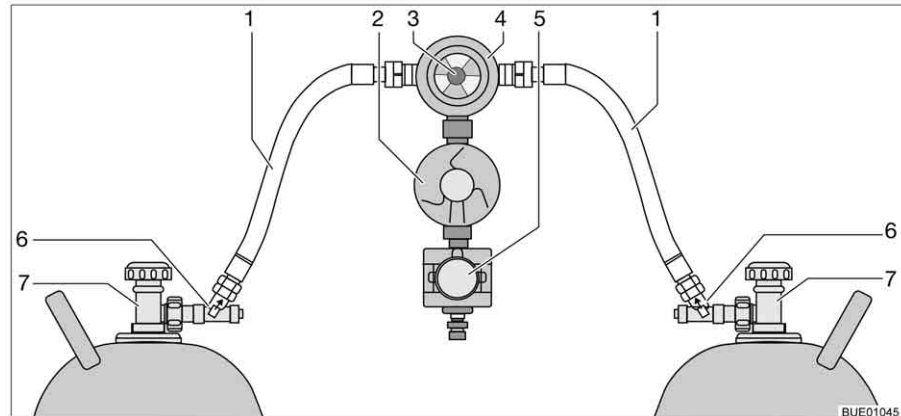

Bild 97 Crash-Protection-Unit-Umschaltanlage
Die Crash-Protection-Unit besteht aus zwei Durchflussbegrenzern mit manueller Entriegelung (Bild 97,6), einem Umschaltventil (Bild 97,4) mit Druckregler (Bild 97,2), einem Elektroventil (Bild 97,5) und der Bedieneinheit mit dreifarbigem LED. Das Umschaltventil ist zwischen den beiden Gasschläuchen (Bild 97,1) montiert.
Mit dem Drehknopf (Bild 97,3) am Umschaltventil lässt sich bestimmen, welche der Gasflaschen als Betriebsflasche und welche Gasflasche als Reserveflasche verwendet wird.
An der Bedieneinheit (Bild 98) können nur die elektrischen Funktionen geschaltet werden. Die Haupt-Absperrventile der Gasflaschen (Bild 97,7) und die Entriegelungen (Bild 97,6) müssen von Hand geöffnet werden.
- Haupt-Absperrventile an den Gasflaschen (Bild 97,7) öffnen.
- Entriegelungen (Bild 97,6) nacheinander 10 Sekunden lang drücken.
- Mit dem Drehknopf (Bild 97,3) am Umschaltventil (Bild 97,4) die Gasflasche wählen, der vorrangig das Gas entnommen werden soll (Betriebsflasche).
- Haupt-Absperrventile an den Gasflaschen (Bild 97,7) schließen.